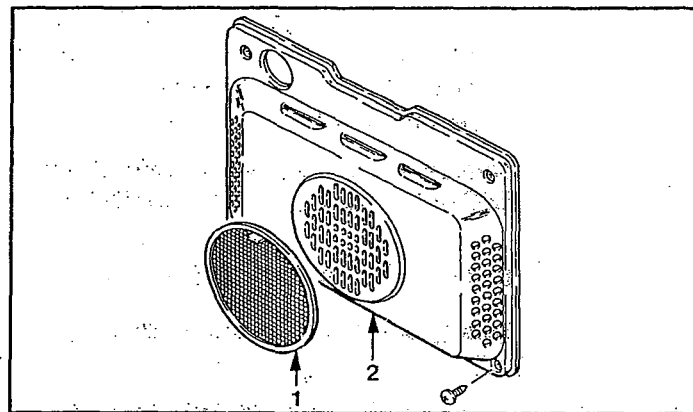

Figura 3 - Figure 3
- Quando viene utilizzato il grill (non ventilato) nei modelli sprovvisti di ventilatore di raffreddamento, tenere la porta aperta ed inserire il deflettore di calore nell'apposita sede situata nella parte superiore della facciata come illustrato in figura 3 bis.
Figura 3 bis - Figure 3 bis